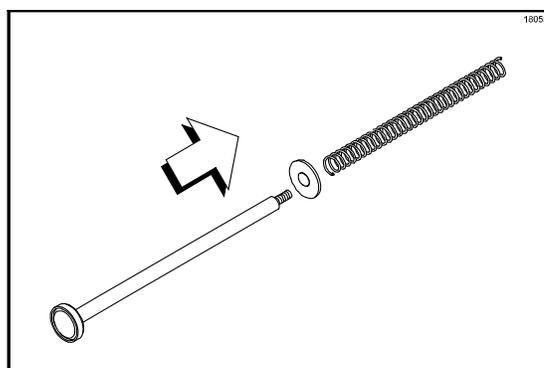

図75
6. プランジャーアッセンブリからスプリングとワッシャーを取り外します(図75を参照)。